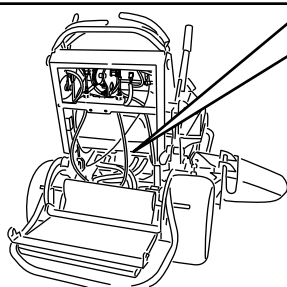

Figura 24
3. Abra las válvulas de desvío de ambas bombas girándolas 1 a 2 vueltas en el sentido contrario a las agujas del reloj. Esto permite que el aceite hidráulico se desvíe alrededor de la bomba, dejando que las ruedas giren (Figura 24).